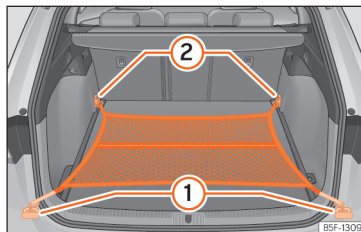

Fig. 189 Na bagageira: saco de rede fixado rente ao piso.
- Fixe os ganchos da rede nas argolas de fixação »» Fig. 189 ① e ② »» ⚠. O fecho de correr do saco deve ficar voltado para cima.